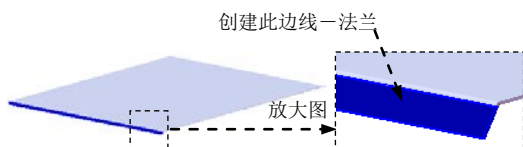
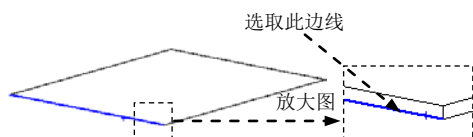

图 17.10.50 创建边线—法兰 1
图 17.10.51 定义特征的边线
Step2. 创建图 17.10.50 所示的钣金特征——边线—法兰 1。
(1) 选择命令。选择下拉菜单 **插入(I)** → **钣金(H)** →  **边线法兰(E)...** 命令。系统弹出“边线法兰”对话框。
(2) 定义特征的边线。选取图 17.10.51 所示的模型边线为生成的边线法兰的边线。